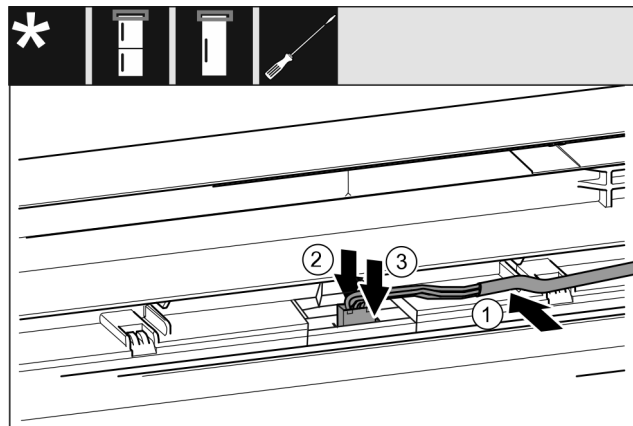

Fig. 44
- ▶ Helyezze be a szürke kábelt a felső ajtóban lévő vezető-sínbe. Fig. 44 (1)
- ▶ Nyomja hátrafelé a reteszelő bütyköt. Fig. 44 (2)
- ▶ Pattintsa be a dugót. Fig. 44 (3)